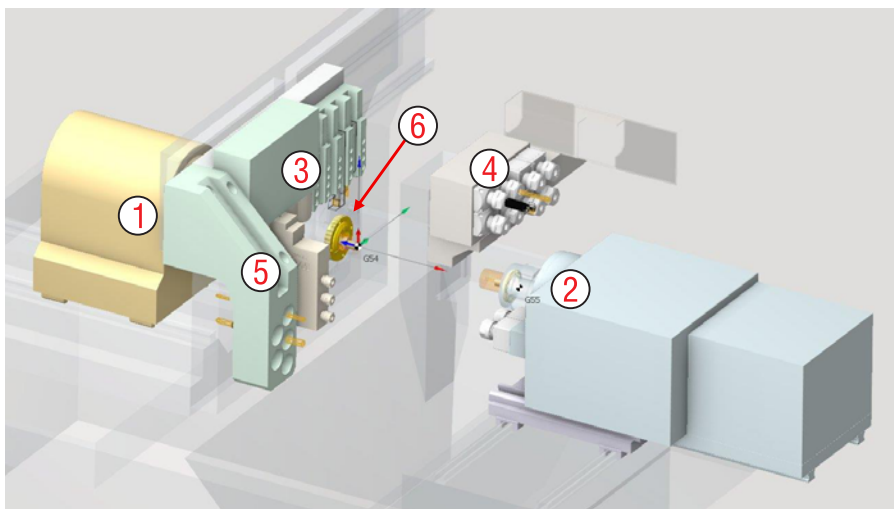

Рис. 16-13. Пример автомата продольного точения.
Наиболее популярные автоматы продольного точения (Hanwha, NEXTTURN, Citizen Cincorn) имеют общую структуру. Они имеют 2 канала, главный (1 на рис. 16-13) и контршпиндель (2), группы инструментов главного шпинделя (3) и контршпинделя (4). Некоторые держатели ориентированы на работу и на правом, и на левом шпинделе (разными инструментами) (5). Пруток удерживается подвижной цангой (6), обеспечивая жесткость детали.